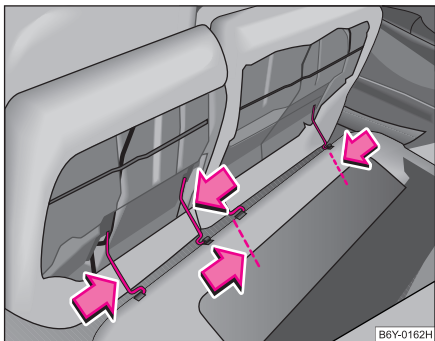

Abb. 54 Rücksitzbank herausnehmen
- Drücken Sie die Drahtbügel in Pfeilrichtung ⇒ Abb. 54 und nehmen Sie die Rücksitzbank aus der Halterung.